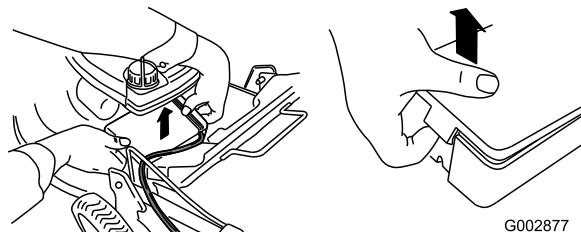

Figure 9
1. Dégarez les deux extrémités du couvercle de la batterie et déposez le couvercle (Figure 9).